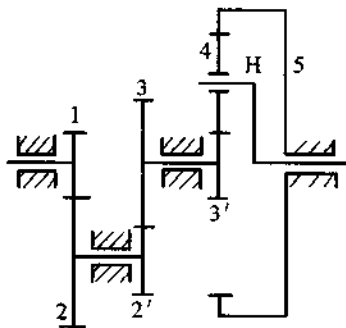

图 11
20. 如图 11 所示的混合轮系中, 各齿轮齿数分别为: $z_1 = z_2' = z_3' = 20$, $z_2 = z_3 = 40$, $z_5 = 80$, 试计算传动比 i_{1H} 。